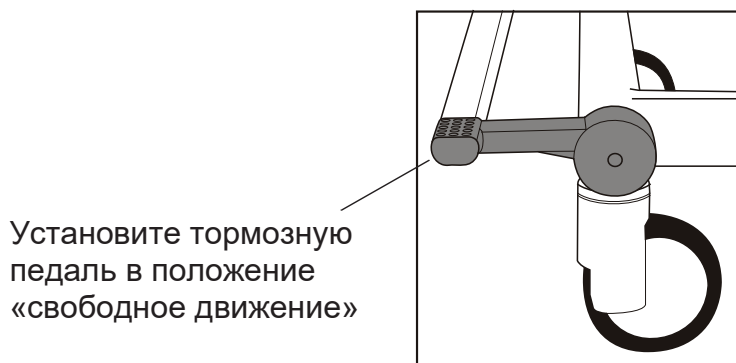

Рис. 2 - Положение «свободное движение»
2. Проверьте, что тормоза разблокированы и педаль тормоза находится в положении «свободное движение». (см. рис. 2).